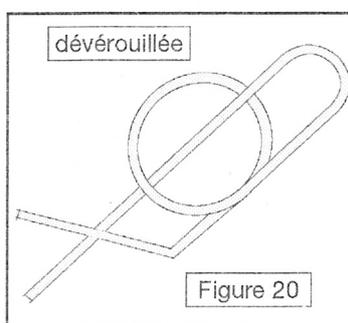

Figure 20
3. Remonter les 2 goupilles et les verrouiller avec les 2 agrafes, les sécuriser (voir fig.20 & 21)
3. Abaissez l'embiellage avant pour aligner les trous de goupilles du plateau et de la ferrure. Placer les goupilles et les verrouiller avec les agrafes (fig.20)